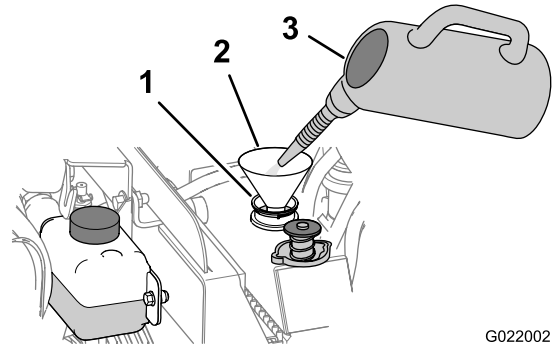

Figure 103
- B. Versez une solution de nettoyage du système de refroidissement dans le radiateur par le goulot de remplissage (Figure 103).